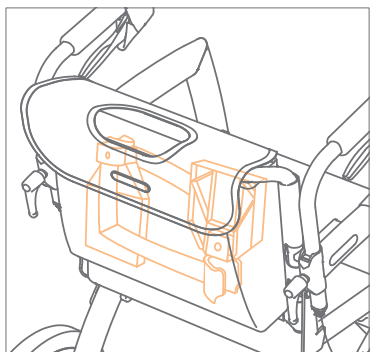

Figura 55: Memorizzazione dei poggiatesta specchiati.
- a. Rimuovere i poggipiedi. Far scorrere i poggipiedi verso l'alto fino a quando non vengono rilasciati dai supporti del poggipiedi. Rimettili nella borsa della confezione della sedia a rotelle Rollz, speculari l'uno all'altro (**Figura 55**).